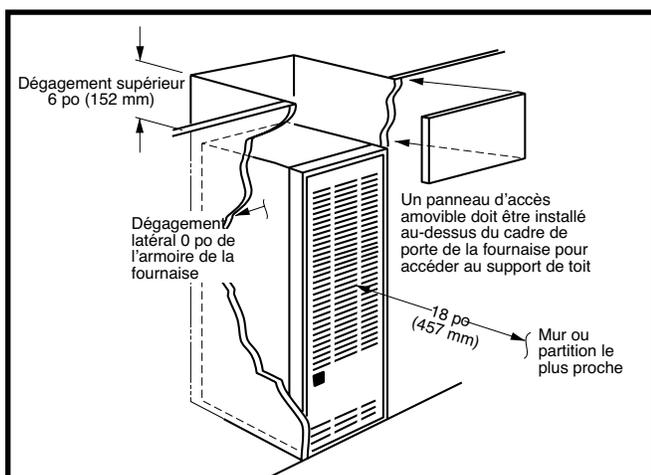
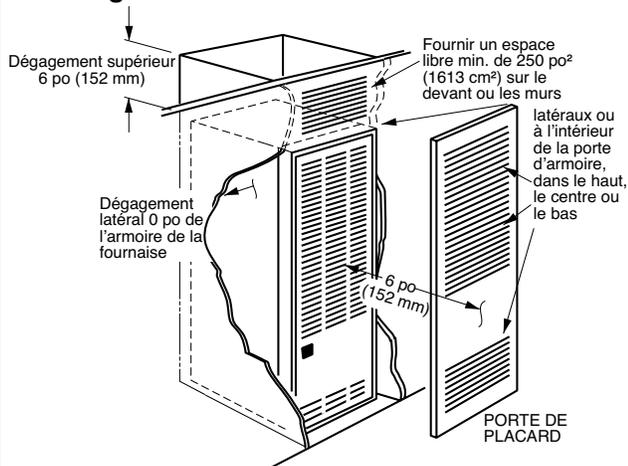
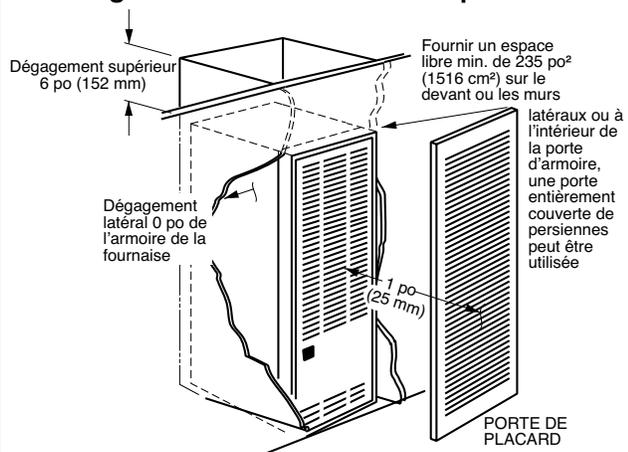

Figure 1. Installation dans une alcôve
Figure 2. Installation dans un placard
Figure 3. Dégagement spécial de 2,5 cm
Cet appareil de chauffage doit être installé avec un dégagement au moins égal aux minimums spécifiés dans le Tableau 1, \(page 5\). Cette fournaise doit être installée avec un dégagement amplement suffisant pour permettre un accès facile au filtre à air, à l'ensemble du souffleur, à l'ensemble du brûleur, aux commandes et aux branchements d'aération. Voyez la Figure 1, Figure 2 et Figure 3 \(page 5\).
- Les dimensions de la pièce ou de l'alcôve doivent convenir à la taille complète des dégagements de la fournaise et de l'installation spécifiés dans le Tableau 1, \(page 5\) et dans la Figure 1 \(page 5\).